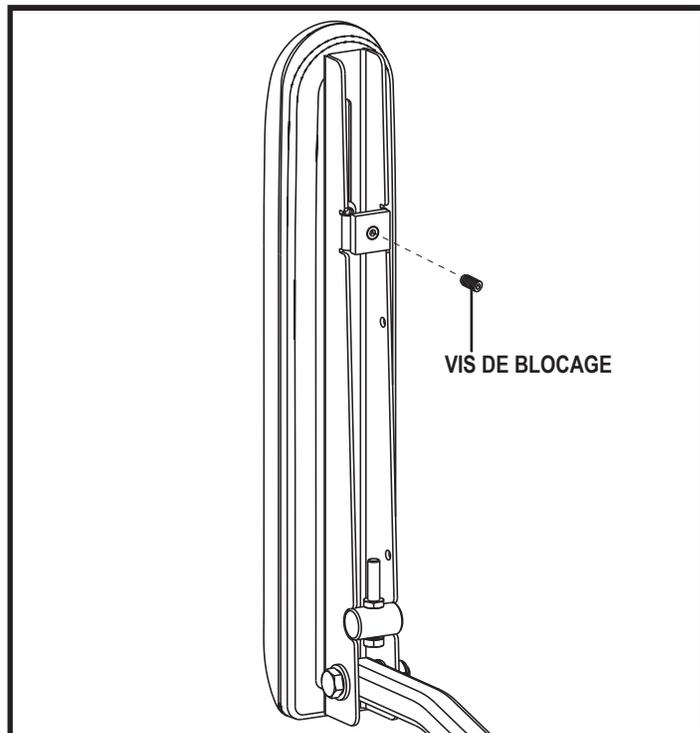

Figure 14. Dessous de l'accoudoir
2. Desserrez la vis de réglage sous l'accoudoir. **Voir la figure 14.**
5. Desserrez la vis de blocage. **Voir la figure 14.**